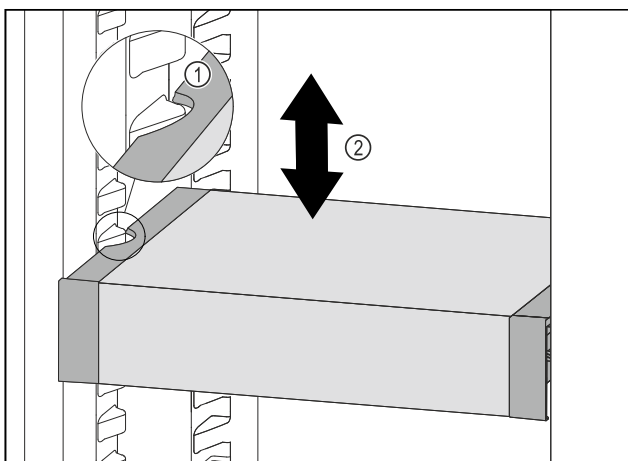

Fig. 103
- ▶ Изтеглете VarioSafe напред, докато страничните прорези на VarioSafe се намират на височината на ребро на съда в хладилната част. Fig. 103 (1)
- ▶ Преместете VarioSafe нагоре или надолу в хладилната част, докато се достигне желаната височина. Fig. 103 (2)